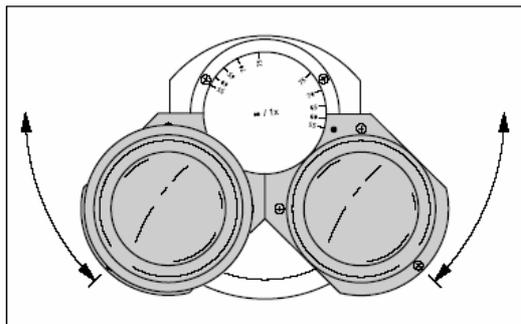

图 3-5 设置双目镜筒的瞳距
- 相互对称地移动目镜筒，就可以让目镜距离与个人的瞳距协调匹配（图 3-5）。